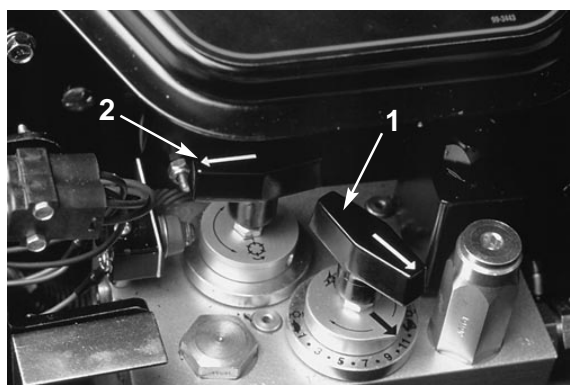

Fig. 10
**Omslipingskontroll** (Fig. 10)—(Sitter under konsolldekslet)—Drei knappen med urviserne for omsliping, og mot urviserne for klipping. Rør ikke knappen så lenge sylindrene dreier.